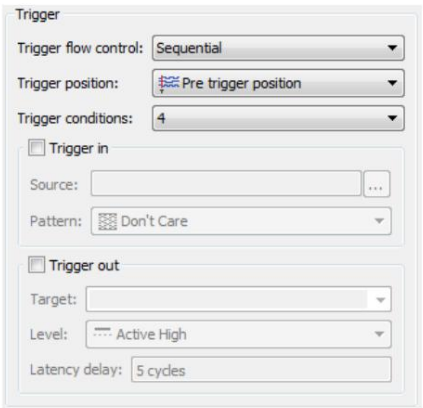

Figure 14. Réglez les niveaux de déclenchement sur 4.
2. Dans le panneau « Configuration du signal », sélectionnez « 4 » dans le menu déroulant « Conditions de déclenchement », comme illustré à la figure 14 (vous devrez peut-être faire défiler le panneau « Configuration du signal » vers le bas pour afficher ce menu). Cela modifie la liste des nœuds en créant trois nouvelles colonnes « Conditions de déclenchement ».